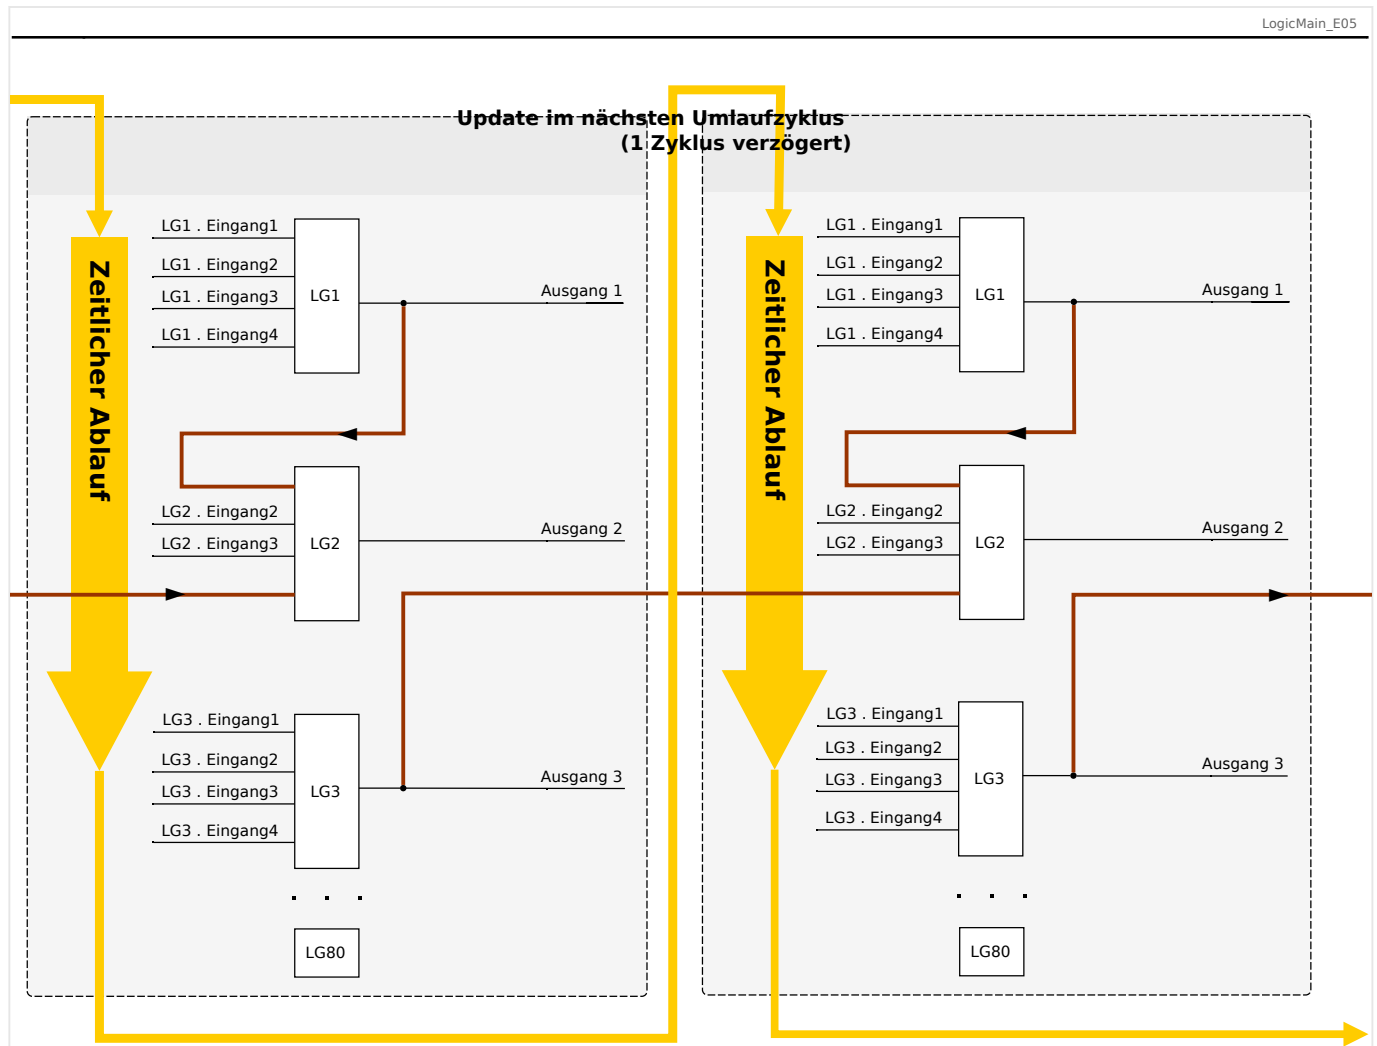

Abb. 160: Kaskadierung in absteigender Reihenfolge.
- Kaskadierung in **absteigender** Reihenfolge bedeutet, dass der Ausgang einer Logikgleichung auf den Eingang einer Logikgleichung mit **niedrigerer** Nummer rangiert wird. Das Diagramm →Abb. 160 zeigt ein Beispiel, bei dem der Ausgang von LG3 auf einen Eingang von LG2 rangiert wird.
Bei der Konfiguration des Schutzgerätes bestehen keinerlei Einschränkungen oder Unterschiede zwischen aufsteigender und absteigender Reihenfolge. Da allerdings während der Laufzeit des MRA4 die Logikgleichungen in aufsteigender Reihenfolge ausgewertet werden, haben die resultierenden Ausgangswerte, die am Eingang der Logikgleichung anstehen, ein unterschiedliches „Alter“, wie in →Abb. 159 und →Abb. 160 veranschaulicht wird.
Das in Abb. 160 gezeigte Beispiel zeigt eine Konfiguration von „Logikgleichung 2“, die den Ausgang von zwei weiteren Logikgleichungen, „Logikgleichung 1“ und „Logikgleichung 3“, als Eingangszustände verwendet. Hierbei ist der Ausgang von „Logikgleichung 1“ in aufsteigender Reihenfolge verwendet, sodass der Wert in jeweils demselben Prozesszyklus ermittelt wird. Der Ausgang von „Logikgleichung 3“ wird in absteigender Reihenfolge verwendet, sodass der Wert in dem jeweils vorherigen Prozesszyklus ermittelt wurde.